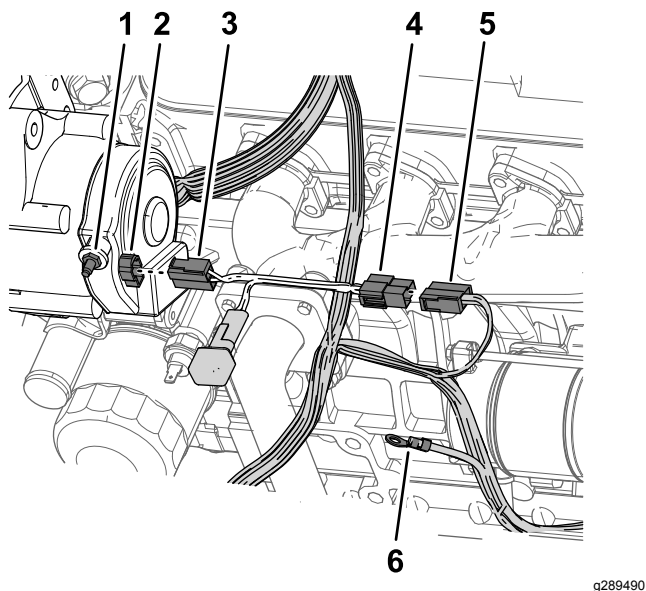

Рисунок 244
- Совместите гнездовой разъем жгута проводов генератора со штырями электрического разъема на генераторе (60 А) и сожмите разъемы вместе, чтобы сработала защелка на разъеме, надежно зафиксировав соединение (Рисунок 244).
- Совместите разъем с 2 плоскими контактами переходного жгута проводов генератора с 2-гнездовым разъемом жгута проводов машины, снятым при выполнении пункта 2 в разделе Снятие генератора \(40 А\) \(страница 122\), и сожмите эти разъемы вместе так, чтобы сработала защелка, надежно зафиксировав соединение (Рисунок 244).